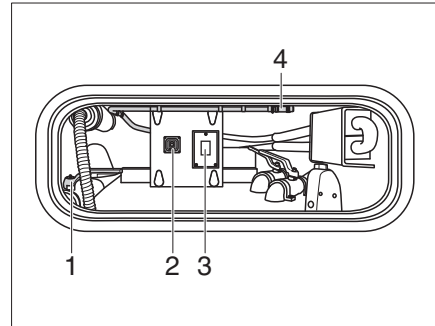

Fig. 388 Rincer la cassette des toilettes avec broyeur (vue dans le compartiment de rangement)
- Ouvrir le robinet de vidange (Fig. 388,1).
- Appuyer sur l'interrupteur (Fig. 388,3).
- Actionner l'interrupteur (Fig. 388,2) pour la pompe de vidange.
- Décrocher le tuyau de nettoyage du réservoir (Fig. 388,4) dans le compartiment de rangement et le brancher à un raccord d'eau.
- Après le rinçage, détacher le raccord d'eau et ranger le tuyau de nettoyage du réservoir (Fig. 388,4).
- Fermer le robinet de vidange (Fig. 388,1).